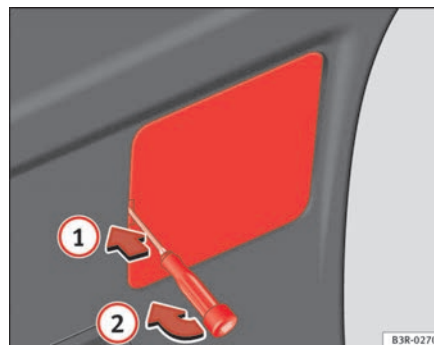

Fig. 227 Retirar a cobertura do revestimento da porta do porta-bagagens
- Introduzir a chave de fendas na ranhura da cobertura ⇒ página 290, fig. 227 ① e retirá-la fazendo alavanca ②.